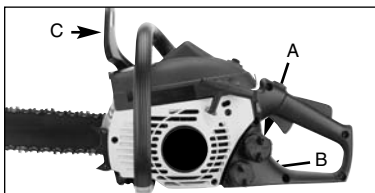

Рис. 8
1. Наполните топливный резервуар (А) топливной смесью нужного состава. (Рис.8).
2. Наполните масляный резервуар (В) соответствующим маслом для смазки цепи и шины (Рис. 8).
3. Прежде чем начинать работу с пилой, убедитесь, что тормоз цепи отключен (С) (Рис. 8).